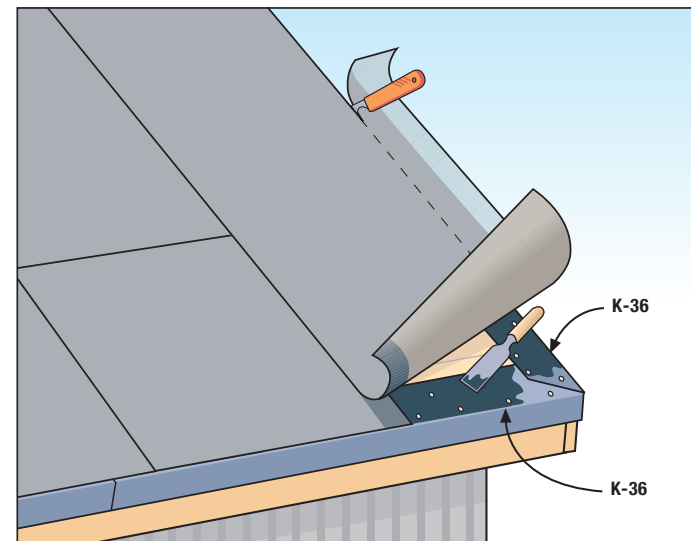
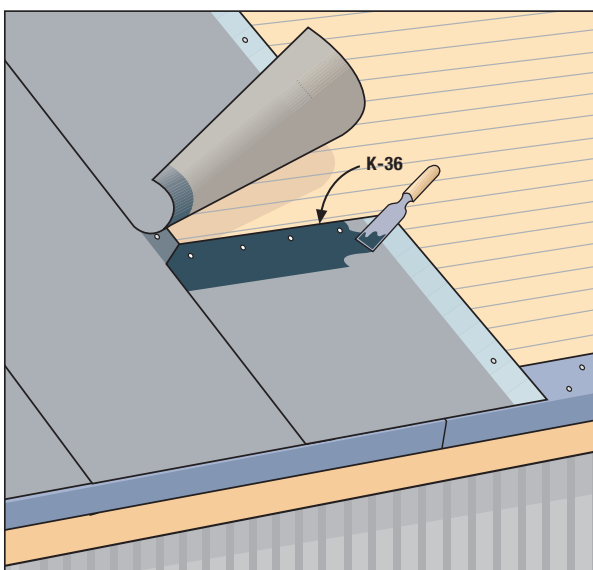
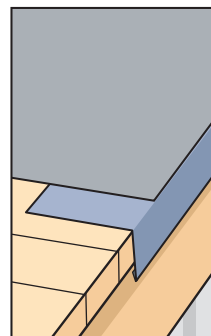
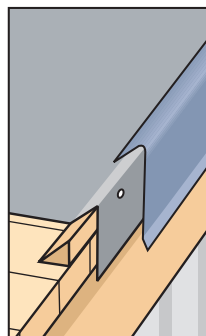

Bild 6
Bild 7
Bild 8a
Bild 8b
Den sista våden skärs längs med gavelkanten och klistras noga i fotplåten med Tätklister K-36 (**bild 6**). Om våden monteras i två delar (**bild 7**) ska den första biten fästas i takfoten och spikas fast i övre ändan på samma sätt som vid nocken. Den andra biten överlappas med 15 cm på den förra, spikas fast i nocken och nedre ändan limmas på den undre ändan.
I lodrät montering gör man som i punkt 3.a (**bild 6**) då fotplåtar monteras på gavelkanten (**bild 8a**). Om gavelkanten höjs upp (**bild 8b eller 8c**) t.ex. med en trekantlist eller en snedskuren bräda ska våderns kanter gå över gavelkanten och nå 1-2 cm över brädläggningens undre kant som en s.k. översvämningstvåd. Ovanpå monteras en separat takkantplåt som ska bockas enligt måtten på förhöjningen och fästas med tätande takskrubar utanpå krönet eller i takkantens övre yta.
7.) **TopTites tvärskarvar** görs med 15 cm överlappning (**bild 7**). Skär snett bort en bit från ena hörnet av båda våderna (i gavelkanten från den som blir underst) och spika fast den understa ändan i underlaget. I fogen bredds ett ca 1 mm tjockt lager Tätklister K-36 varefter ändarna trycks tätt fast på varandra. Ta bort överflödigt lim som pressas ut vid kanten. Tätklister K-36 torkar till sin slutliga hårdhet inom 2 veckor.